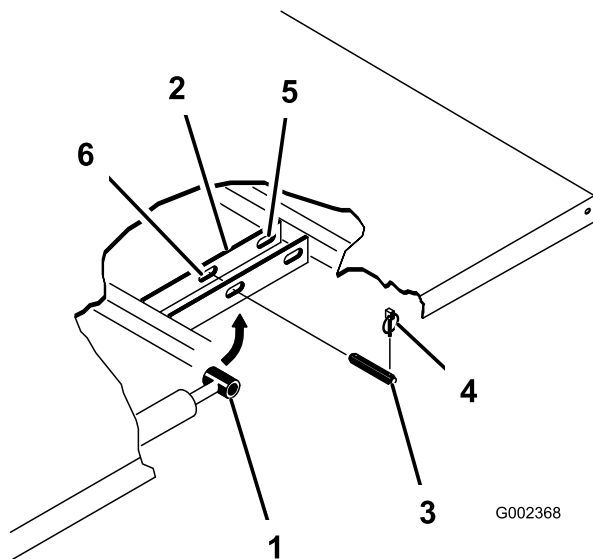

Bild 30
2. Nehmen Sie die Klappstecker von den äußeren Enden der Lastösenbolzen der Zylinderstange (Bild 30) ab.
3. Nehmen Sie die Lastösenbolzen ab, mit denen die Zylinderstangenenden an den Pritschenbefestigungsplatten befestigt sind. Drücken Sie die Bolzen hierfür nach innen (Bild 30).
4. Nehmen Sie die Klapptecker und die Lastösenbolzen ab, mit denen die Schwenkhalterungen an den Rahmenkanälen befestigt sind (Bild 30).